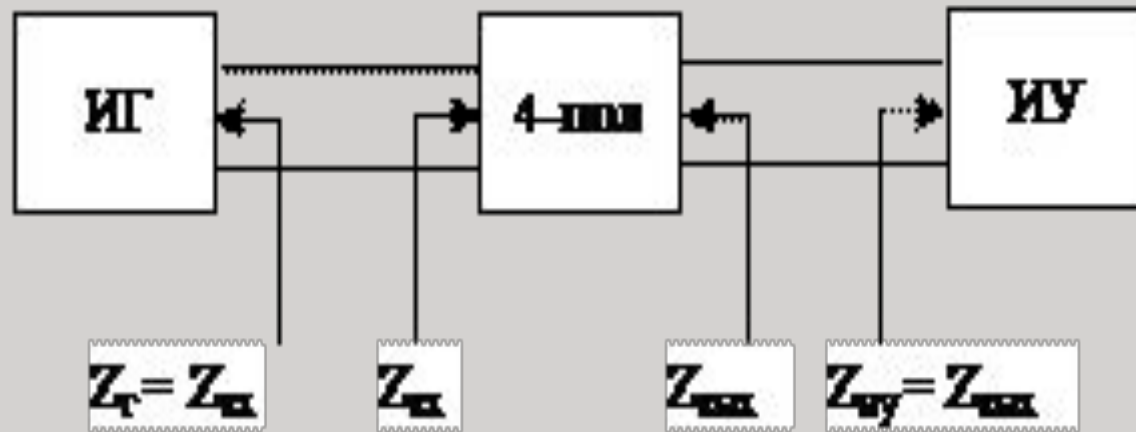

Рис. 2. Схема измерения уровня при **согласованном** подключении ИУ
2. Подключение ИУ **согласованно** ( $Z_{\text{ИУ}} = Z_{\text{ВЫХ}}$ ) 600-омным или 150 (135)-омным входом, при этом входное сопротивление измерителя уровня является нагрузкой измеряемого тракта передачи (рис. 2). Такое включение возможно, **когда требуемое сопротивление нагрузки соответствует одному из входных сопротивлений ИУ.**